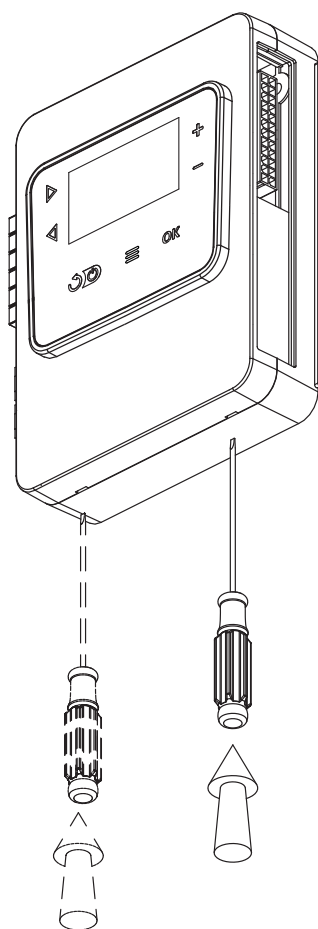

Рис.27 Демонтаж лицевой панели
3. снимите контроллер с основания (**Рис.27**);